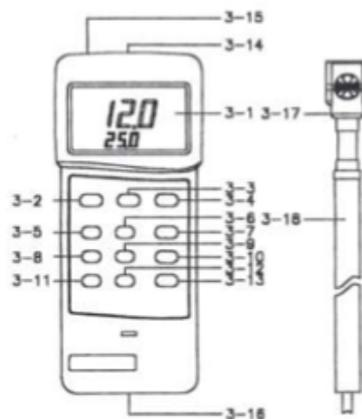

Fig. 1
- 1) Instale el conector de la sonda en la terminal de entrada de la sonda (3-14, Fig.1).
- 2) Encienda el medidor presionando el botón Encendido/Apagado (3-2, Fig.1).
- 3) Seleccione el modo de medición de velocidad presionando el botón VEL/FLUJO (3-7, Fig.1).
- 4) Seleccione la unidad de medición que desea usar, presionando el botón de conversión oC/oF (3-4, Fig.1).
- 5) Seleccione la unidad de medición que desea usar para medir la velocidad, (mph, ft/min, knot, Km/h, m/s) Presionando el botón de unidad/ (3-6, Fig.1).
Durante el proceso de medición, presione el botón de retención de datos (3-3, Fig.1) para retener el valor de su medición en la pantalla, esta indicara el símbolo "HOLD" en el lado izquierdo.\*Presione el botón de retención de datos de nuevo para desactivar esta función.
\*Presione el botón de MAX/MIN (3-5, Fig.1) una vez después de estar en el modo de retención de datos. El símbolo de REC aparecerá en la pantalla. Al mismo tiempo el medidor guardara el valor recibido por la sonda.\*Presione de nuevo, el símbolo de MAX aparecerá en el lado izquierdo debajo de la pantalla y el valor máximo guardado aparecerá en la pantalla al mismo tiempo.\*Presione de nuevo el símbolo de MIN, aparecerá en el lado izquierdo debajo de la pantalla y el valor máximo guardado aparecerá en la pantalla al mismo tiempo.\***Presione el botón de MAX/MIN por 3 segundos para salir del modo de registro de datos.**
- 1) Instale el enchufe de sonda dentro de la terminal de entrada de la sonda (3-14, Fig.1).
- 4) Seleccione la unidad de medición que desea usar para medir la velocidad, (CMM p CFM) Presionando el botón de unidad/ (3-6, Fig.1).
5) Presione el botón de selección de area (3-13, Fig 1) para seleccionar el tamaño del área de medición (m2,ft2) El ajustes de área más exacto es el valor de flujo de aire mas exacto moderado. Cuando presione el botón, el símbolo  y el primer digito intermitente aparecerán. Ahora puede continuar con el procedimiento de seleccionar el área.
(Por favor refiérase a la Fig. 1).
Durante el proceso de medición, presione el botón de retención de datos (3-3 Fig. 1), cuando congele el valor de la medición aparecerá el símbolo "HOLD" en la pantalla del lado izquierdo.
El instrumento cuenta con una terminal de 3.5 mm para la interfase RS323 (3-15, Fig 1).
- 2) Quite la cubierta de las baterías (3-16, Fig.1) para remover las baterías.